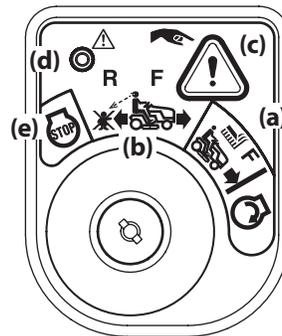

Figure 3-1
- Déplacez la clé de la position « NORMAL MOWING »  (a) Verte) (Tonte normale) à la position « REVERSE CAUTION MODE »  (b) (Jaune) (Marche arrière - Prudence). Voir la See Figure 3-1.
- Appuyez sur le BOUTON-POUSOIR DE MARCHÉ ARRIÈRE  (c) dans le coin supérieur droit du module d'allumage. Le témoin lumineux rouge dans le coin supérieur gauche s'allume quand la marche arrière est embrayée. Voir la Figure 3-1.